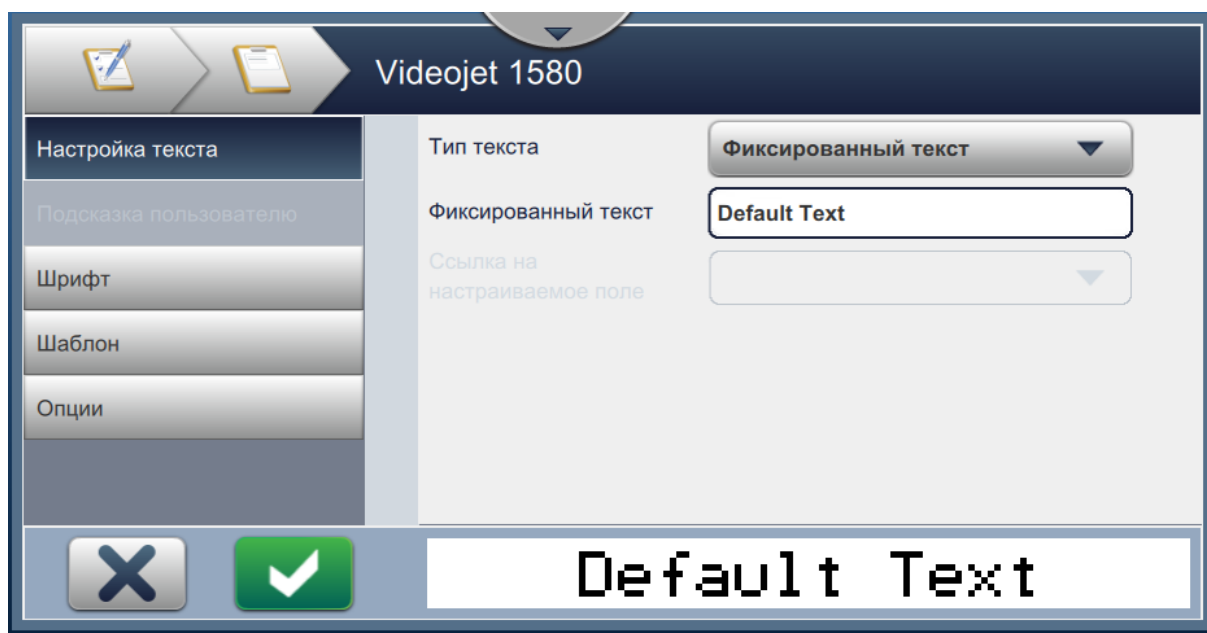

Рис. 5-5: Экран настройки полей
8. Внесите необходимые изменения на экране настройки выбранного поля, как показано на Рис. 5-5. Нажмите кнопку  , чтобы сохранить требуемый формат поля.